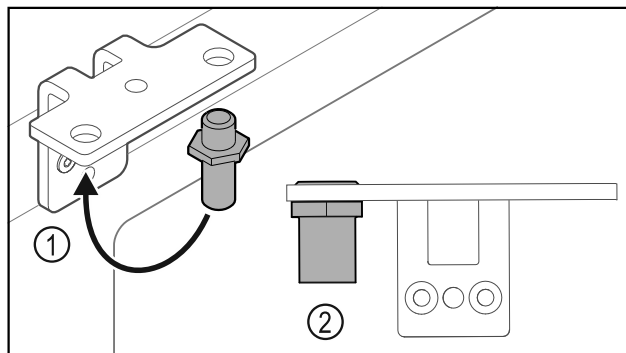

Fig. 24
- Aseta saranakulman pultti Fig. 24 (1) toiseen paikkaan.
- Kiristä pultti Fig. 24 (2) vääntömomentilla 12 Nm.